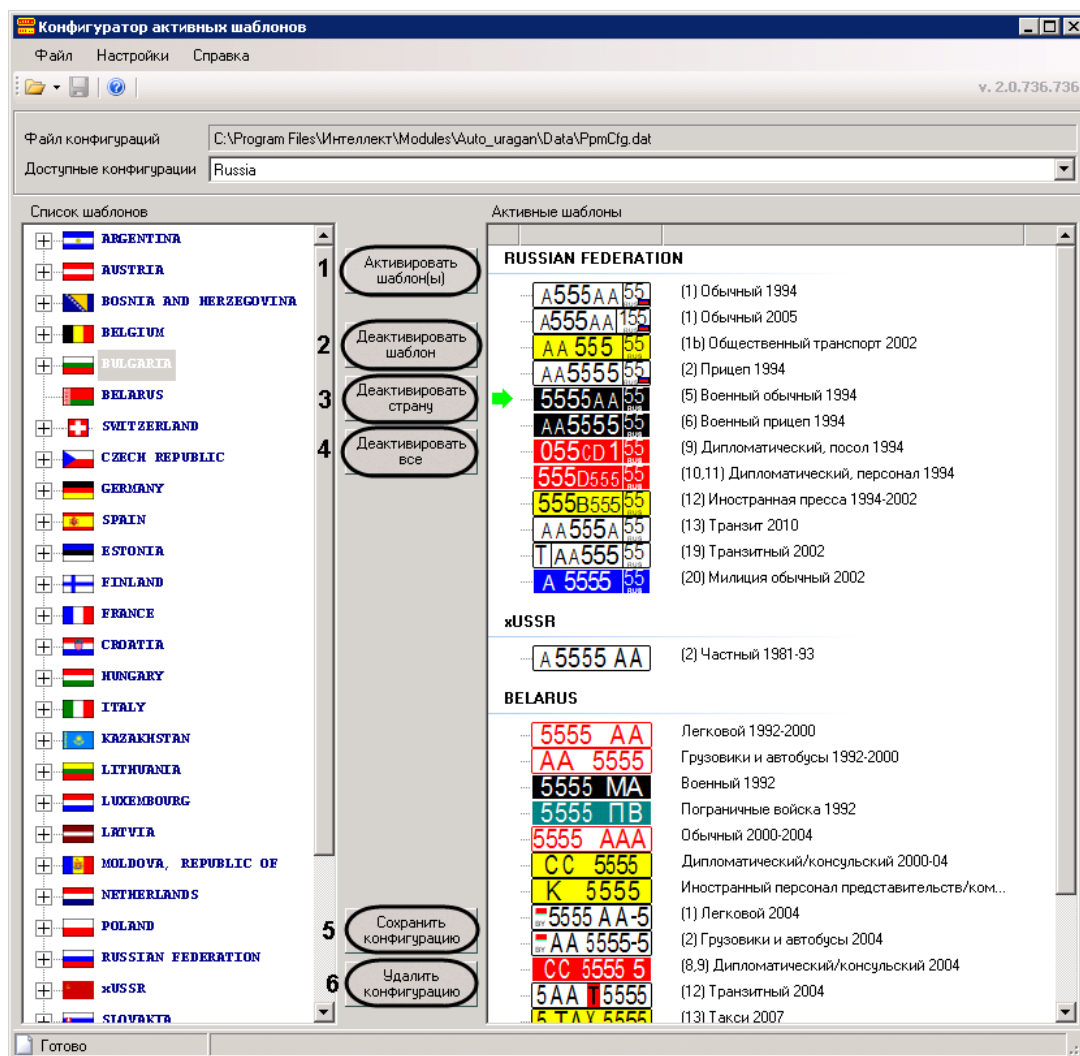

Рис. 13.3—6 Редактирование списка шаблонов конфигурации
2. Для удаления шаблона из списка активных необходимо выбрать его и нажать на кнопку «Деактивировать шаблон» (см. Рис. 13.3—6, 2).
3. Для удаления из списка активных всех шаблонов некоторой страны, необходимо выбрать в списке какой-либо шаблон данной страны и нажать на кнопку «Деактивировать страну» (см. Рис. 13.3—6, 3).
4. Чтобы очистить список активных шаблонов, необходимо нажать на кнопку «Деактивировать все» (см. Рис. 13.3—6, 4).